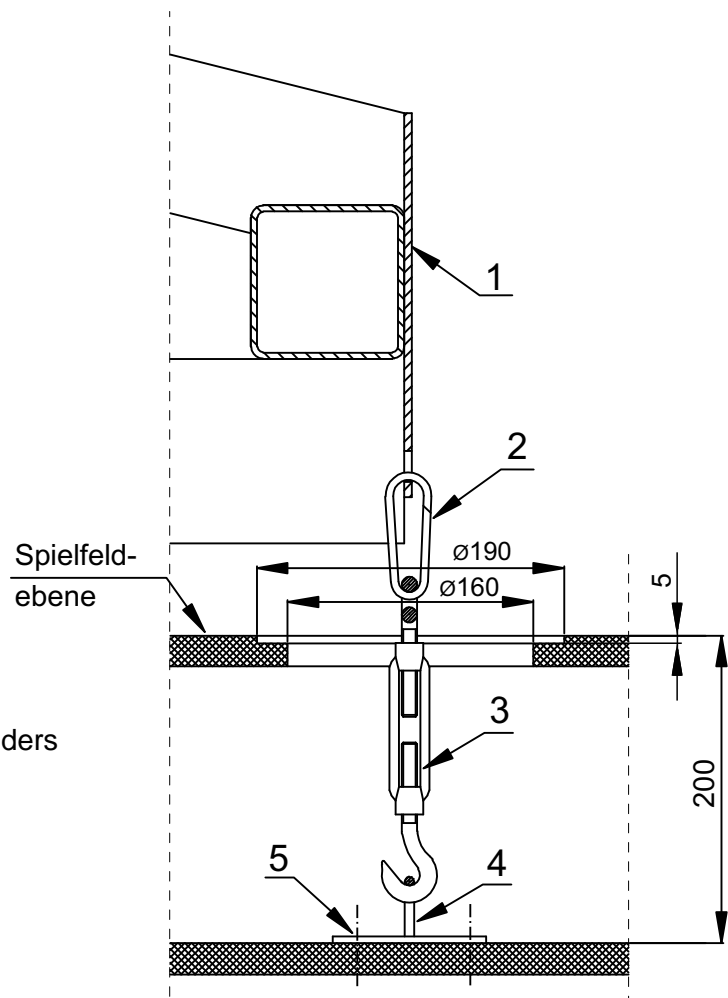

Abb. 5
- 2.5 Bohren Sie das Loch für die hintere Hülse gemäß Abb. 1 und Abb. 5;
- 3.2 Stecken Sie die Einstellungsbolzen (Abb. 5, Pos. 2) in die Zentrierhülsen (Abb. 5, Pos. 3);